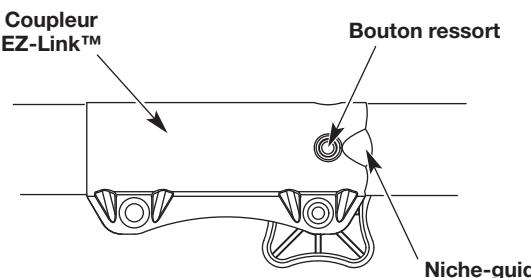

Fig. 5
- REMARQUE :** Alignez le bouton-ressort avec la niche-guide pour faciliter l'installation (Fig. 5).
- Appuyez sur le bouton-ressort et maintenez-le enfoncé (Fig. 5).